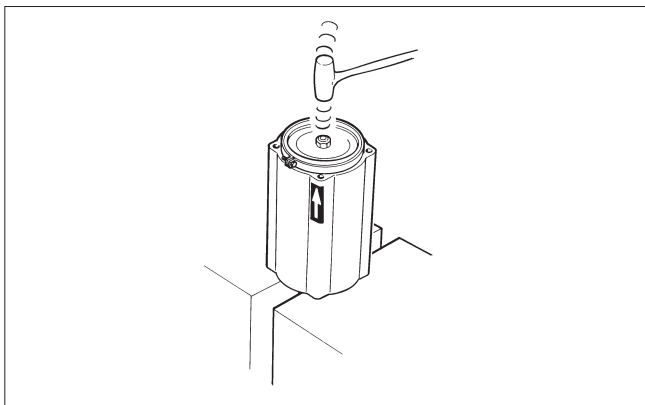

图.13 将活塞放入气缸中
- 用锤子或压力机将活塞通过锁紧环压入气缸。注意指示器箭头方向。参见图 13。
- 安装新的 O 型圈 (19)。更换气缸端部并安装带活塞的气缸。注意气源接口的位置：它必须与气缸底座上的排气口对应。
- 拧紧尺寸为 B1J20 及更小的执行机构的螺钉 (31)，或拧紧尺寸 B1J25 及更大尺寸的螺母 (45)；两者的扭矩见表 2。